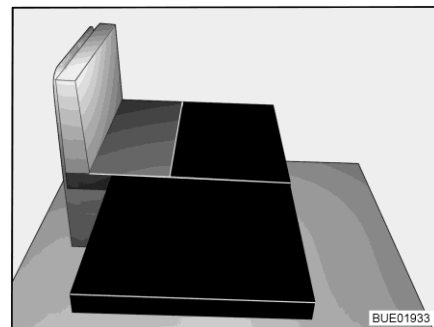

Bild 60 Nach dem Umbau
- Großes Zusatzpolster auf Polsterauflage legen (siehe Bild 60).